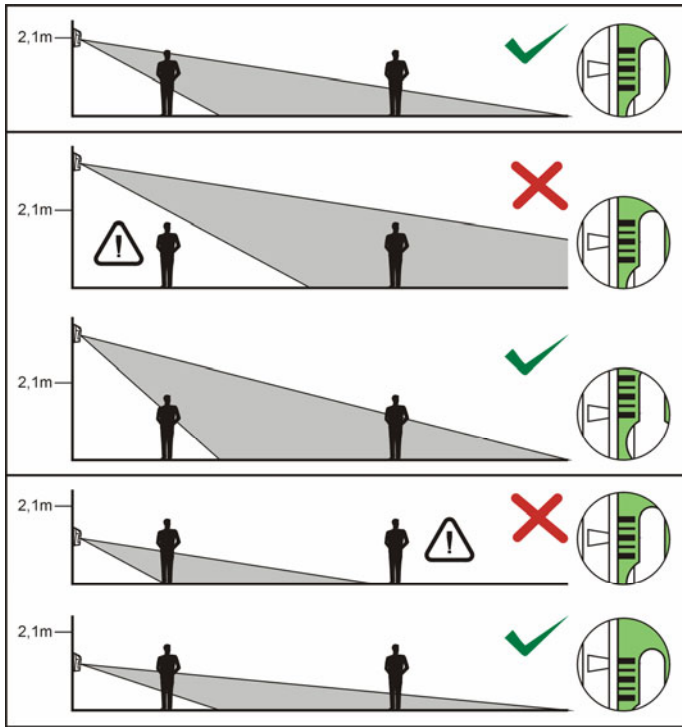

Рис. 4. Влияние высоты монтажа на охраняемую площадь и способ позиционирования пирозлемента по отношению к линзе с целью оптимальной установки.
6 – шкала для позиционирования пирозлемента относительно линзы (см. Таблица 2 и рисунок 4).
6. Закрепите плату электроники, учитывая высоту монтажа извещателя (см. Таблица 2 и Рис. 4).